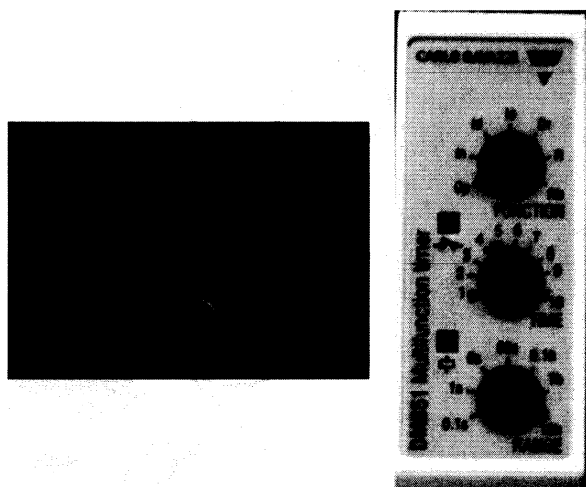

Fig.5 – Selettore on – off e timer regolazione quadro elettrico
- Il quadro 0124 è preettato (modalità "auto") per l'attivazione dello svuotamento della vasca di accumulo trascorse le 48 dall'inizio dell'evento meteorico (segnale galleggiante di azionamento). Per modificare il tempo di attesa tra l'inizio dell'evento meteorico e lo svuotamento intervenire sul selettore "time" (secondo selettore dall'alto); ad es. per impostare un intervallo di 96 ore impostare "time" su 9,6 (Fig.5)